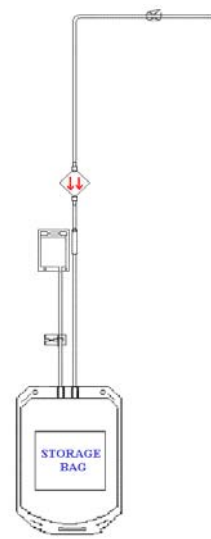

Figur-1
En 700 mL poolningspåse med 8 anslutningar för lättcellsskikt (BC) och en anslutning för trombocytförvaringslösning (PAS), ett in-line Sepacell™ PLX-5 trombocytfilter som är anslutet till en 1,3 L trombocytförvaringspåse med en 100 mL provtagningspåse. (Figur 1)